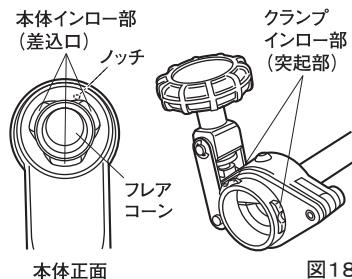

図18
(2) フレア加工
①パイプをセットしたクランプに本体を取付けます。（図18、19）